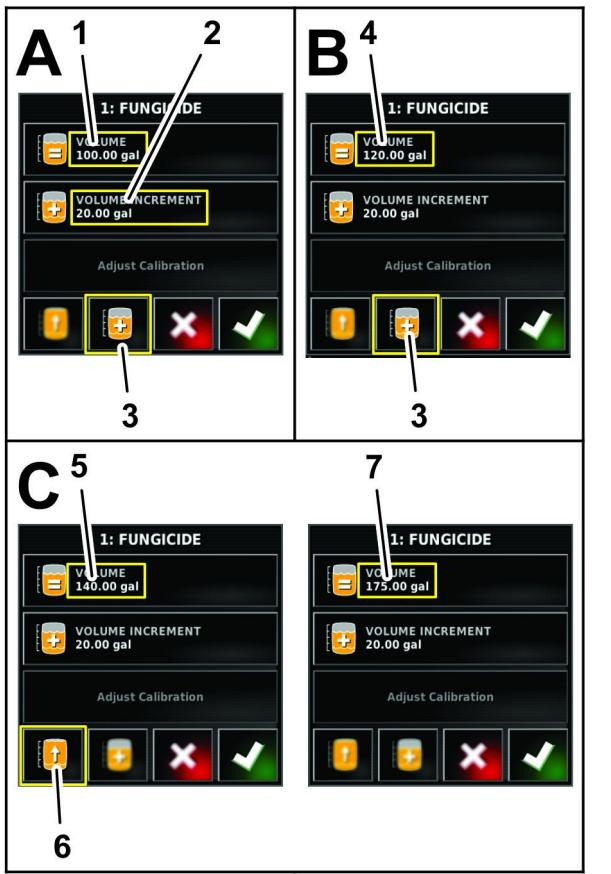

Рисунок 40
- Если вы постепенно добавляете химикаты в воду, нажмите на значок ШАГА ИЗМЕНЕНИЯ ОБЪЕМА (Рисунок 40).
- С помощью цифровой клавиатуры на дисплее введите шаг изменения объема материала (например, химикатов, добавляемых в воду), который вы добавляете в бак, и нажмите на значок подтверждения (Рисунок 40).
- Если вы постепенно добавляете химикаты в воду, залейте материал в бак и нажмите на значок ШАГА ИЗМЕНЕНИЯ ОБЪЕМА МАТЕРИАЛА (Рисунок 40).
7. Если вы смешиваете материалы, повторяйте при необходимости пункт 6 (Рисунок 40).
Примечание: Если вы заполняете бак материалом или водой полностью, можете нажать на значок ЗАПОЛНЕНИЕ БАКА ДО ПРЕДЕЛА (Рисунок 40).